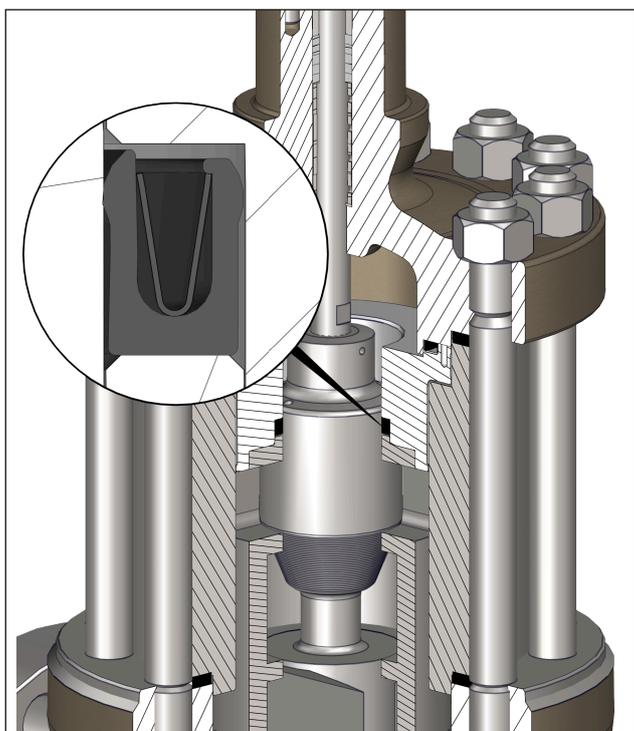

Bild 25: Ausrichtung der DE-Dichtung (45) bei Durchflussrichtung FTO (Flow to Open)
10. Neue DE-Dichtung (45) am Zylinder (463) einsetzen. Dabei die korrekte Ausrichtung der Dichtung beachten, vgl. Bild 25.
11. Zylinder (463) mit DE-Dichtung (45) über die Kegelstange (36) in das Zwischenstück (22) einsetzen bis er am Kegel (5) und am Zwischenstück (22) aufliegt. Dafür Sonderwerkzeug verwenden.
12. Neue Spiraldichtringe (17, 126) oben am Zwischenstück (22) und am Zylinder (463) einlegen.
13. Ventiloberteil (2) anbauen, vgl. Abschnitt „b) Standardoberteil anbauen“ in Kap. 9.4.1.